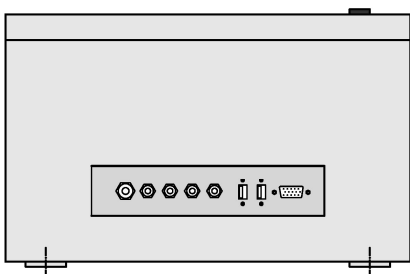

Рис.2.2. Габаритні розміри ББПУ
- ББПУ – 400x500x250 (дивись рис.2.2).